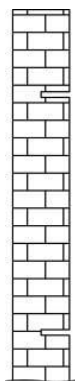

Fig 3
3. Fixez les crochets muraux supérieurs à l'aide des vis (Fig 3).